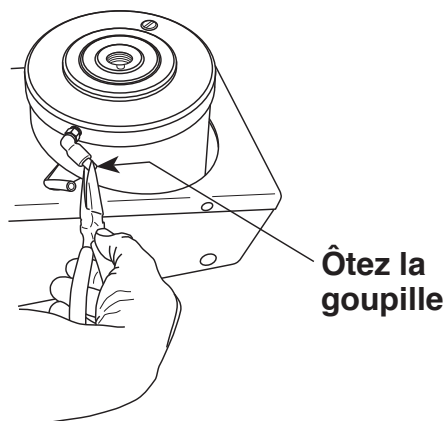

Figure 2
5. Voir la figure 2 et les étapes suivantes pour raccorder l'ensemble hydraulique.